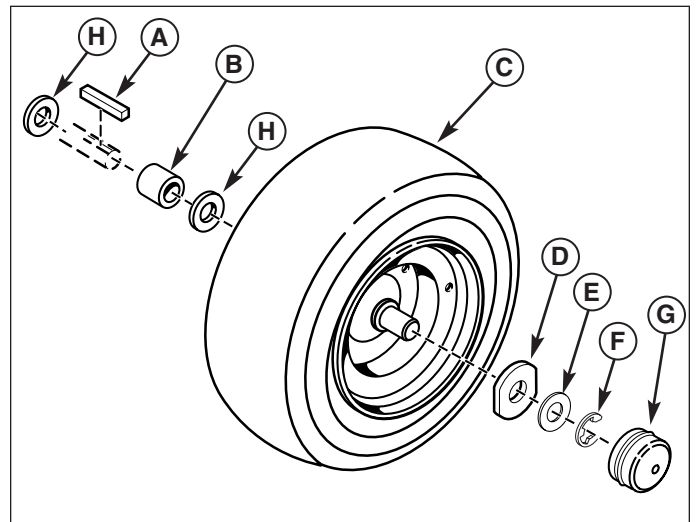

Figura 21. Bulloneria degli assali posteriori
5. Reinstallare i componenti nell'ordine inverso a quello di smontaggio ed abbassare l'unità. Accertarsi che la chiave (A, Figura 21) sia nella posizione giusta nella sede dell'assale.